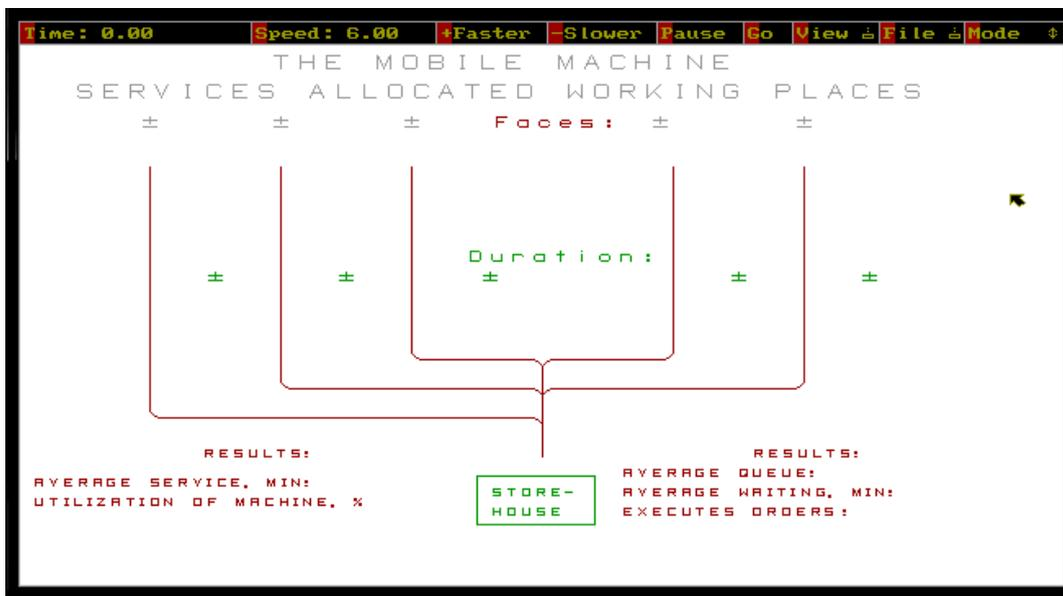

Рис. 2-1 Вид модели в начальный момент времени
2. Выведите на экран анимационную модель системы обслуживания робокаром нескольких рабочих мест путем входа с помощью мыши в пункт «File» верхнего горизонтального меню, подпункт «Open Layout&Trace». В появившемся в центре экрана вертикальном меню выберите пункт ROBO1 путем нажатия на нем левой клавиши мыши, на экране появится окно, представленное на рис. 2-1.